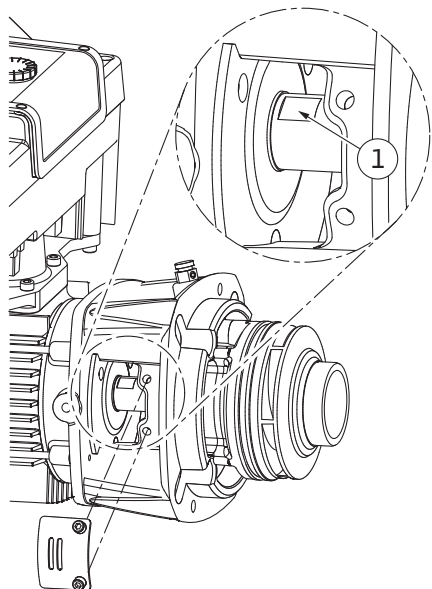

Fig. 110: Plochy klíče na hřídeli
14. Do okna lucerny zasuňte otevřený klíč, (velikost 22 mm) a držte hřídel na plochách klíče (Fig. 110, poz. 1). Vyšroubujte matici oběžného kola (Fig. I, poz. 22). Dojde k automatickému stažení oběžného kola (Fig. I, poz. 21) z hřídele.
3. Do okna lucerny zasuňte otevřený klíč, (velikost 22 mm) a držte hřídel na plochách klíče (Fig. 110, poz. 1).
10. Do okna lucerny (Fig. IV, poz. 38) zasuňte otevřený klíč (velikost 32 mm) a držte hřídel na plochách klíče (Fig. 110, poz. 1). Namontujte oběžné kolo s podložkou/podložkami a maticí. Matici dotáhněte. Zabraňte poškozením mechanické ucpávky vzpříčením.